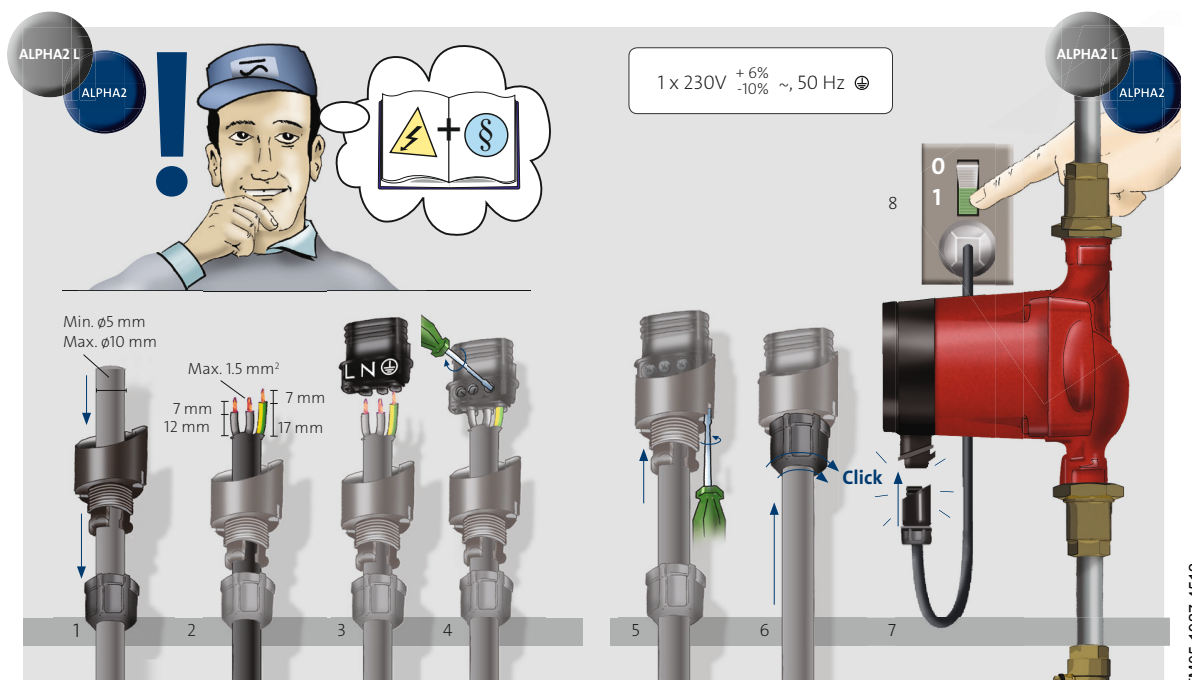

Fig. 6 Conexiunea electrică
- Conectați pompa la rețea cu ajutorul ștecherului livrat odată cu pompa ca în fig. 6, etapele 1 până la 8.